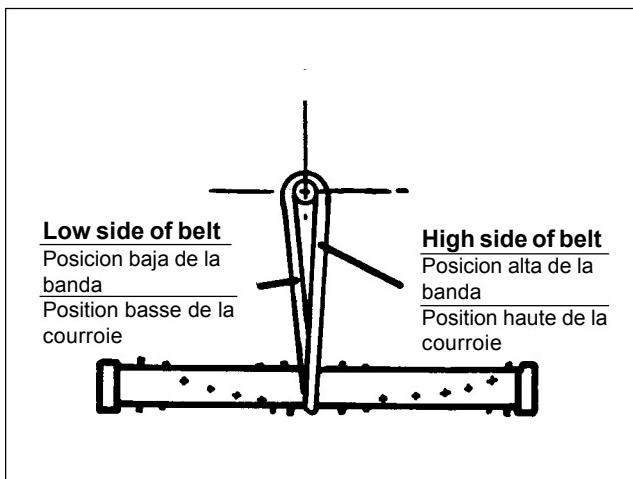

Fig. 14
6. Twist the belt towards the right and place around motor nut. The higher end of the belt must be on the right side, and the lower end on the left side, as shown in the drawing below (Fig. 14). Rotate brush to ensure belt is positioned correctly.
6. Tuerza la banda hacia la derecha y acomódela alrededor de la tuerca del motor. La parte alta de la banda debe localizarse del lado derecho mientras que la parte baja del lado izquierdo, como se demuestra en el dibujo (Fig. 14). Gire el cepillo para asegurarse que la banda esté colocada correctamente.
6. Tournez la courroie vers la droite et positionnez-la hauteur de l'écrou du moteur. La partie haute de la corroie doit se placer du côté droit tandis que la partie basse de côté gauche, comme le montre la figure 14. Tournez la brosse pour s'assurer que la courroie est placée correctement.